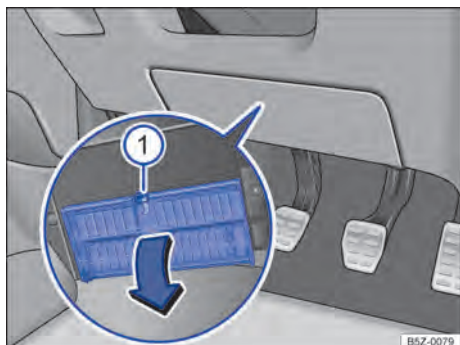

Fig. 166 No lado do condutor embaixo do painel de instrumentos: abrir a cobertura da caixa de fusíveis.
- **Abrir:** pressionar a alavanca de travamento ⇒ Fig. 166 até que a cobertura se abra.